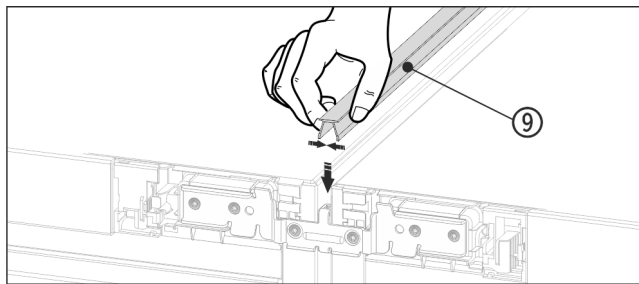

Fig. 19
- ▶ Suruge ülaküljel lühike katteliist Fig. 19 (9) horisontaalsesse pilusse.